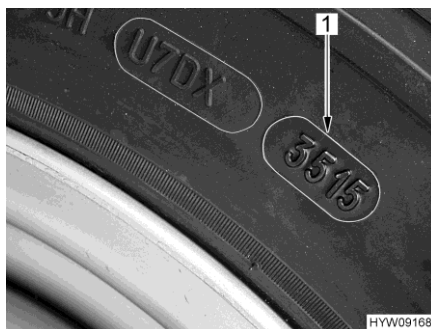

Fig. 204 Numero DOT
- ▷ Gli pneumatici non devono avere più di 6 anni perché la mescola di gomma col tempo invecchia e si sbriciola. Il codice DOT (Fig. 204,1) di quattro cifre sul fianco del pneumatico indica la data di produzione. Le prime due cifre indicano la settimana, le ultime due cifre l'anno di produzione.